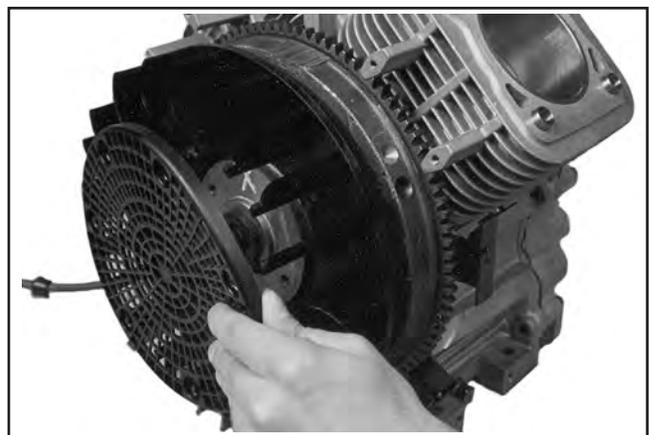

Abbildung 11-31. Montage des Kunststoff-Grasschutzes.
1. Ist der Motor mit einem Kunststoff-Grasschutz ausgestattet, ist der Schutz auf dem Lüfter anzubringen. Siehe Abbildung 11-31. Da die Möglichkeit besteht, dass die Montagestreben bei der Abnahme beschädigt werden, sollten die Halterungen auf den Streben montiert werden, von denen sie entfernt wurden. Die Halterungen von Hand zusammendrücken, dann mit einer Buchse 13 mm (1/2 Zoll) nach unten drücken, bis sie einrasten. Ist der Motor mit einem Metall-Grasschutz ausgestattet, so wird dieser später angebracht.